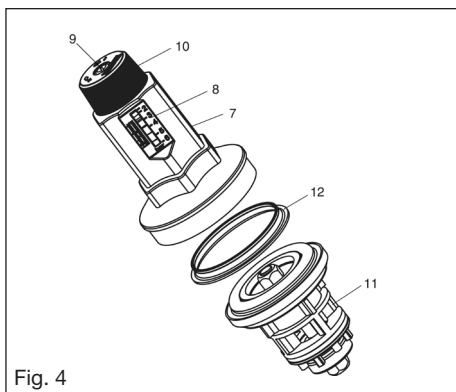

Fig. 4
- Réducteur de pression (11 fig 4)